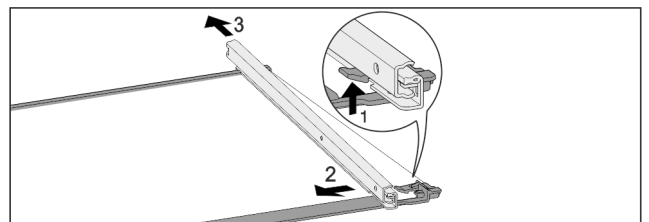

Fig. 120 Sklenená doska s koľajničkami
- ▶ Potlačte predný západkový hák nahor. Fig. 120 (1)
- ▶ Odsuňte vyťahovaciu koľajničku do strany Fig. 120 (2) a dozadu Fig. 120 (3).